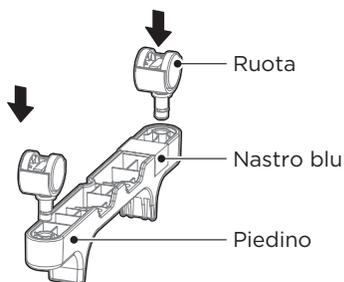

Figura 1
- 1 Rimuovere i piedini dal dissipatore intermedio e rimuovere le ruote dalla schiuma, come mostrato nella Figura 1, premere le ruote sui fori di supporto.